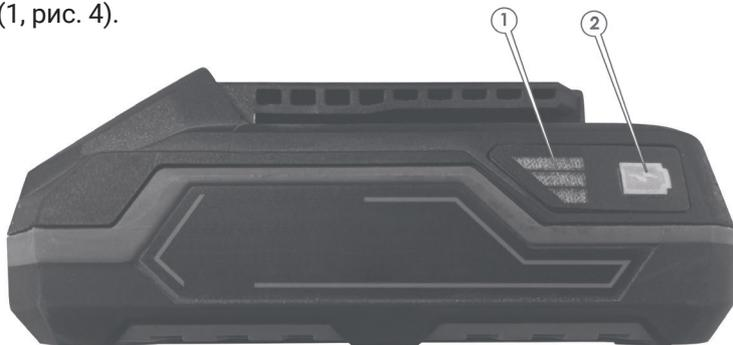

Рисунок 4. Схема перевірки рівня заряду акумуляторної батареї.
- Натиснути та утримувати кнопку акумулятора (2, рис. 4), що розташовується на верхній панелі акумулятора.
- Перевірити рівень зарядженості акумулятора. Під час утримання кнопки залежно від стану заряду батареї почнуть світитися відповідні індикатори (1, рис. 4).